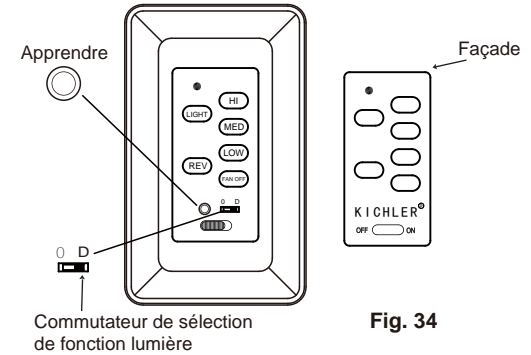

Fig. 34
ACTIVER LE PROCESSUS D'APPRENTISSAGE (Fig. 34)
1. Utilisez un petit tournevis plat et indiscretsez doucement la face en dehors du dessus de l'émetteur de mur (Fig. 34)
2. Après l'installation est terminée, la puissance d'AC est allumée et OFF ON SWITCH est à la position d'ON dans les 30 secondes, appuyez et maintenez le bouton LEARN pendant 3 secondes, le ventilateur s'allume à la vitesse moyenne et la lumière (si installé) s'allume. Cela confirme que le paramètre SMART SYNC est actif et correct. (Fig. 34)
COMMUTATEUR DE SÉLECTION DE FONCTION LUMIÈRE(Fig. 34)